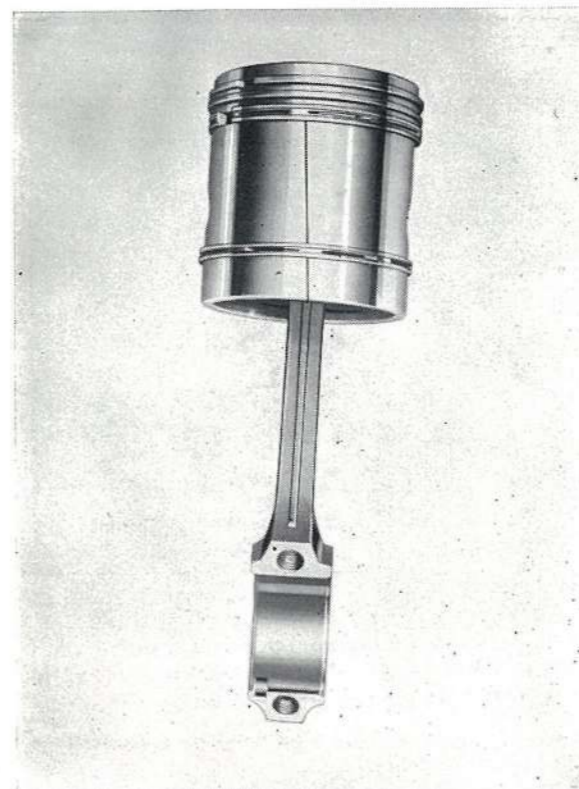

FIG. 23
3. Engager l'axe dans le piston en prenant la précaution de présenter la bielle de telle sorte que la fente dans la jupe de piston soit du même côté que le chapeau de bielle (voir fig. 23).